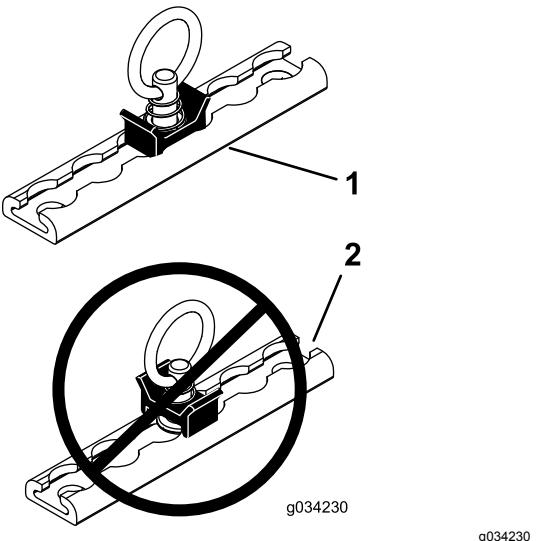

Figura 4
- Montate e utilizzate il gruppo anello come illustrato nella Figura 4.
2. Montate e utilizzate il gruppo anello come illustrato nella Figura 4.
2. Montate e utilizzate il gruppo anello servendovi di 2 viti con filettatura a passo fine e dadi di bloccaggio (1/4") come mostrato nella Figura 4.